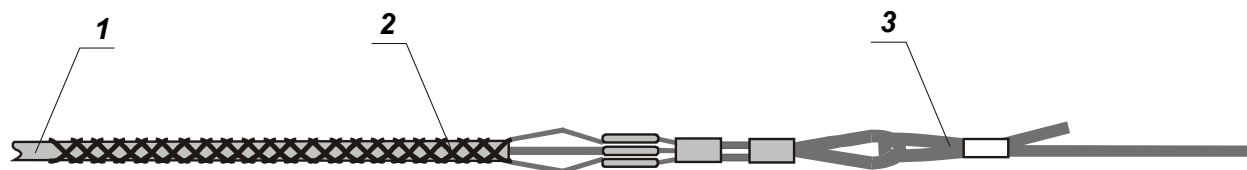
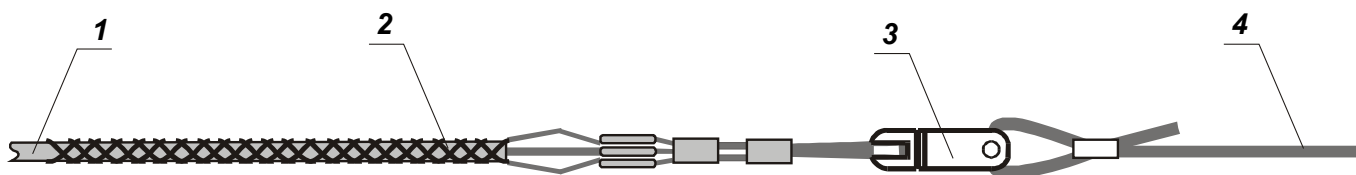

Рис.4.
Рис.5.
5.8. Крепление петлеобразного конца монтажного чулка с тяговым тросом можно осуществить как с помощью вертлюга (рекомендуется во избежание перекручивания троса и кабеля относительно друг друга) рис.5, так и без помощи вертлюга рис.4.